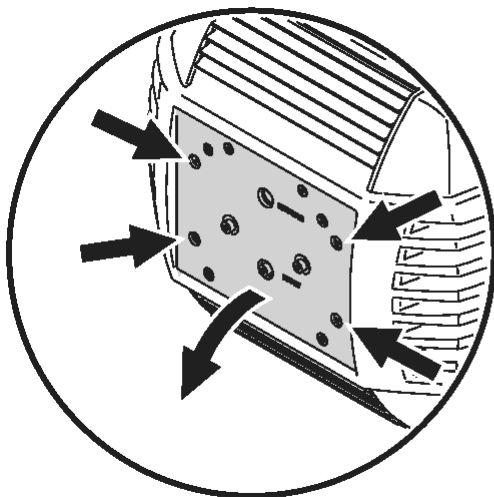

Рис. 2: Открывание лампового узла
2. Отпустите 4 поворотных фиксатора, отмеченных стрелками на основании лампы, как показано на рис. 2. Извлеките ламповый узел из корпуса головы.